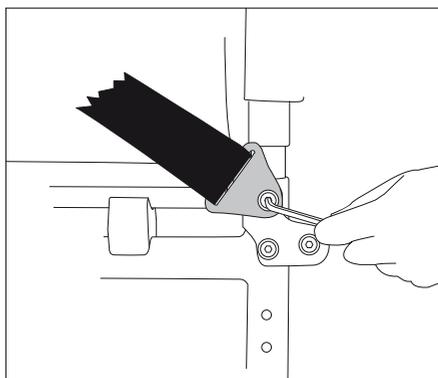

Abbildung 38
- Befestigen Sie den Beckengurt wie in Abbildung 38 gezeigt. Verwenden Sie die zuvor herausgeschraubte Schraube.